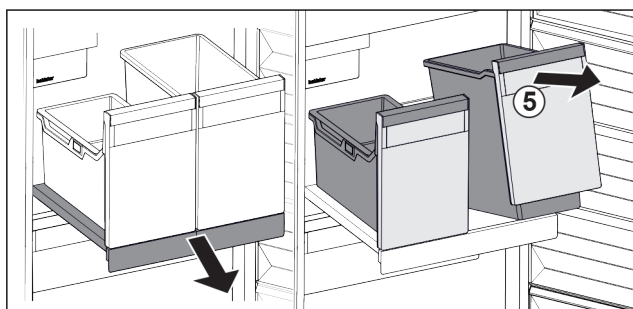

Fig. 96
- ▶ Behälter Fig. 96 (5) vorne anheben.